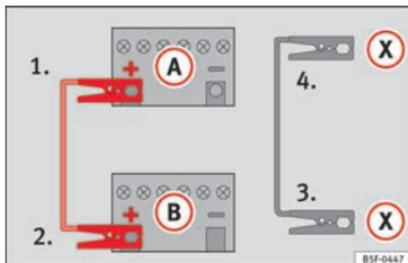

Abb. 69 Anschlussschema für Fahrzeuge mit Start-Stop-System.
- 4b. Bei Fahrzeugen mit Start-Stop-System: ein Ende des schwarzen Starthilfekabels (X) an einen geeigneten Masseanschluss, ein massives, fest mit dem Motorblock verschraubtes Metallteil oder an den Motorblock selbst anklemmen » » **Abb. 69**.
5. Klemmen Sie das andere Ende des schwarzen Starthilfekabels (X) im Fahrzeug mit der entladenen Batterie an ein mit dem Motorblock verschraubtes, massives Metallteil oder an den Motorblock selbst, aber so weit wie möglich von der Batterie (A) entfernt an.